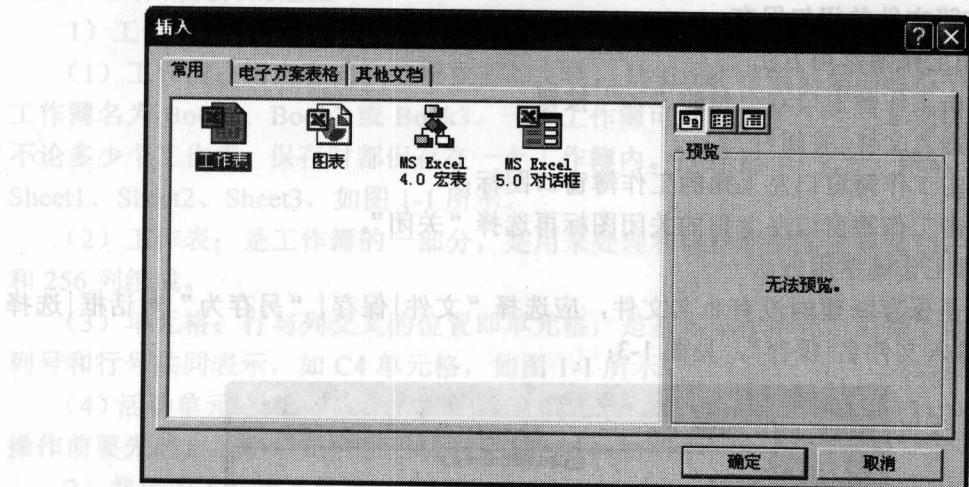

图 1-4 插入工作表对话框
- (1) 新建的工作簿中默认三个工作表，可将其中的一个作为要建立的工作表进行操作；
(2) 在工作簿中插入工作表，若一个工作簿中需要建立多于三个工作表，则选择“插入|工作表”即可，或用鼠标右键单击某一个工作表标签，再选择“插入”，在弹出“插入”对话框内选择“工作表”并单击“确定”按钮，如图 1-4 所示。